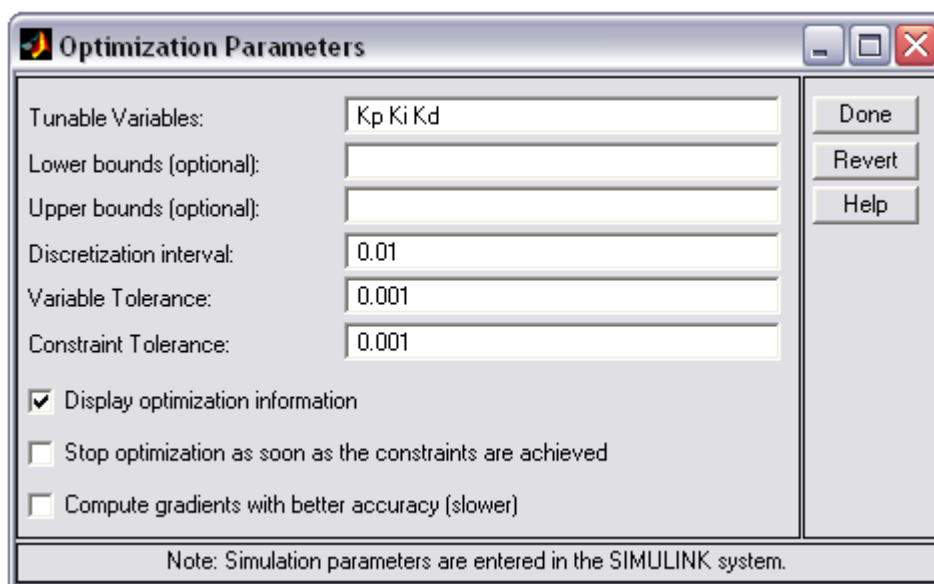

Рис.8 Окно оптимизации параметров
- 1) в меню Optimization выбрать пункт Parameters и в открывшемся окне в поле Discretization Interval установить значение 0.01 (рис.8) (уменьшение интервала дискретизации позволит получить более точную характеристику, но займёт определённое время). Нажать кнопку Done;